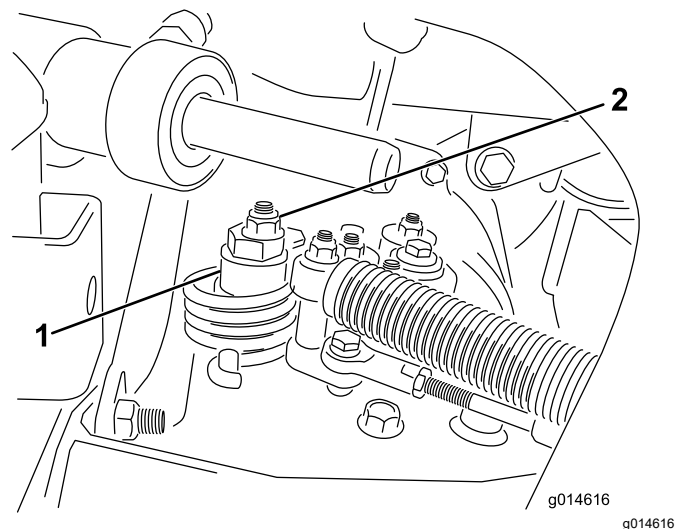

図 49
- A. 偏芯ナットをハイドロスタット上部に止めているナットをゆるめる 図 49。
- C. どちらにも車輪が回らないように偏芯ナットを回して調整する。調整ができれば固定ナットを締める 図 49。スロットル低速 および高速位置で調整が正しいことを確認する。